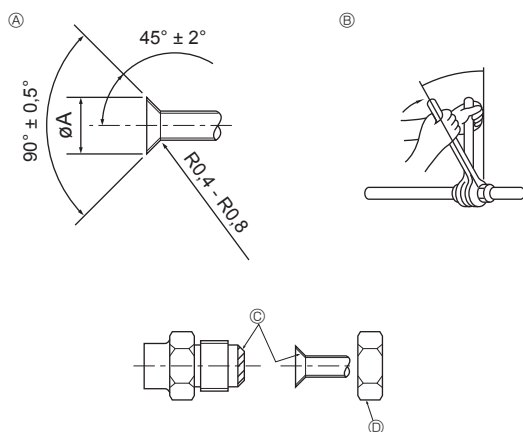

Fig. 3-2
3.2. Соединение труб (Fig. 3-2)